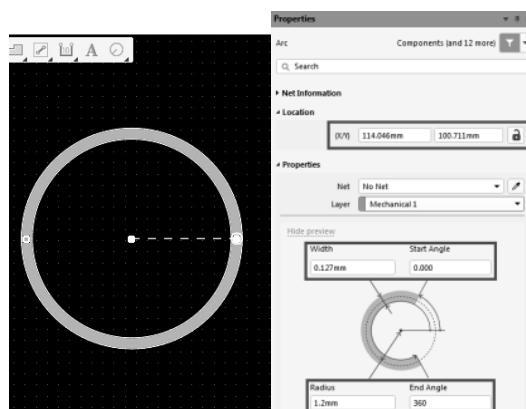

图 8-30 固定孔标识信息读取
(1) 双击导入型板框的固定孔标识，可以从弹出的对话框中看出固定孔的大小及中心 X、Y 轴的坐标信息，如图 8-30 所示，复制这些信息。